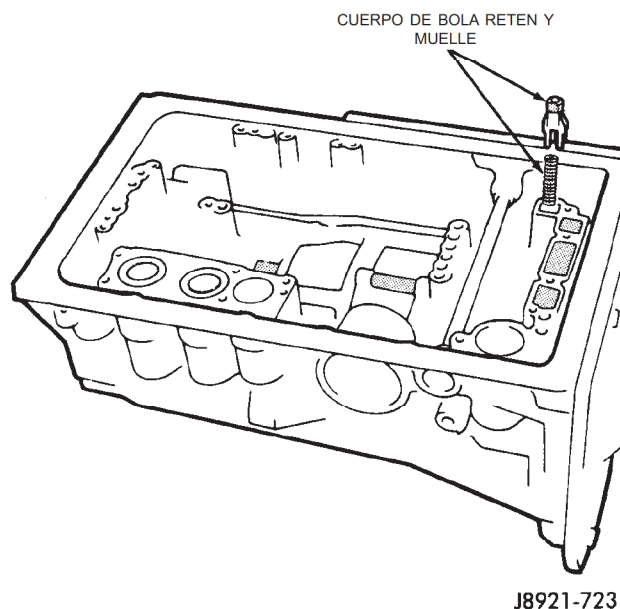

Fig. 174 Instalación de cuerpo de bola retén y muelle
(80) Instale un cuerpo de bola retén y muelle nuevos (Fig. 174).